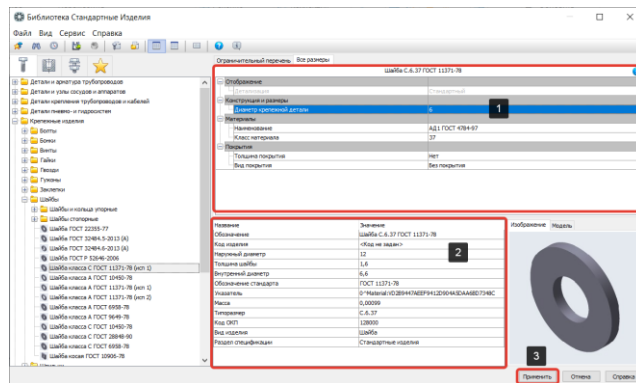

Рисунок 333 – Параметры элемента Шайба
- В окне Параметры элемента (1) зададим геометрические характеристики шайбы согласно спецификации, если атрибуты (2) заданы верно, нажмем кнопку Применить (3) (Рисунок 333);